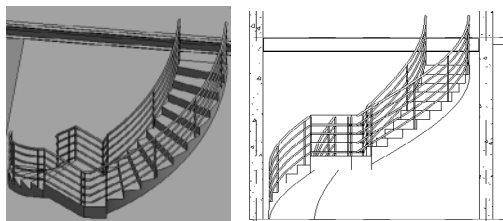

图 12-25 螺旋楼梯
(9) 单击“模式”面板中的“完成编辑模式”按钮, 将视图切换到三维视图, 如图 12-25 所示。